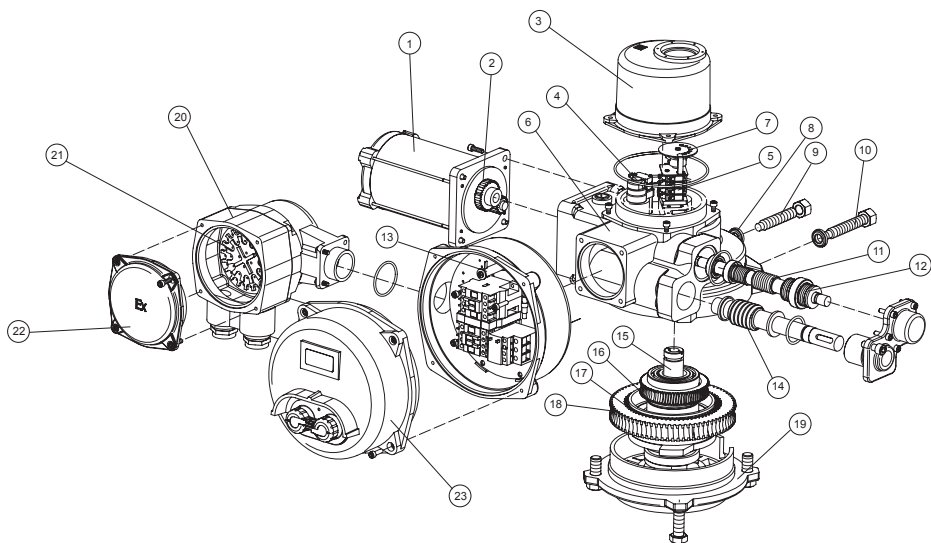
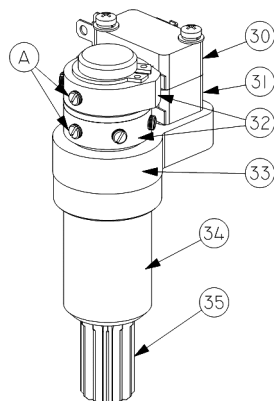
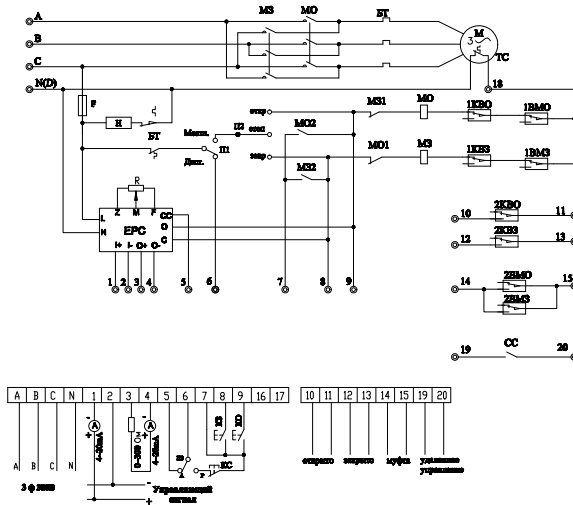

Рис.1 Электропривод ГЗ-ОФВ КСК
Рис.3 Двухсторонняя муфта ограничения крутящего момента
Рис.4 Принципиальная электрическая схема подключения электропривода ГЗ-ОФВ КСК
Электропривод состоит из следующих узлов и деталей (рис. 1): электродвигателя (1), взрывозащищенной клеммной коробки (20-22), силового редуктора, в состав которого входит: червячный редуктор (11,16), червячный редуктор маховика ручного дублера (14, 18) и автоматическая муфта сцепления с планетарной передачей (17), двухсторонней муфты ограничения крутящего момента (моментной муфты) (4), ограничителя хода выходного вала (5), индикатора положения затвора арматуры (7), выходного вала (15), механических упоров открытия и закрытия (9, 10) и корпусных деталей.
При достижении предварительно установленной величины крутящего момента в положении ЗАКРЫТО или ОТКРЫТО, либо в случае аварийного заклинивания штока затвора арматуры в промежуточном положении, выходной вал (15) (рис.1) с червячным колесом (16) останавливается, а червячный вал (11), ввинчиваясь в венец червячного колеса (16), вследствие продолжающегося вращения ротора электродвигателя, начинает перемещаться в осевом направлении, сжимая тарельчатые пружины (12). Величина сжатия тарельчатых пружин определена настроенным крутящим моментом моментной муфты. Поступательное движение червячного вала (11) приводит к вращению вала моментной муфты (34) (рис.3). Кулачки (32), расположенные на валу моментной муфты, нажимают кнопки муфтовых микровыключателей (30, 31), размыкая цепь управления питанием электродвигателя электропривода.
Механические упоры (9,10) (рис. 1) применяются для первоначальной настройки конечных положений затвора арматуры ОТКРЫТО и ЗАКРЫТО при ручном управлении. Они также являются аварийной защитой, в случае отказа конечных и муфтовых микровыключателей, электродвигатель отключится блоком тепловой защиты БТ (рис. 4).
### 3. ЭЛЕКТРИЧЕСКАЯ СХЕМА УПРАВЛЕНИЯ (рис.4)
Для управления электроприводом ГЗ-ОФВ КСК применяется электрическая схема, приведенная на рис.4. При достижении затвором арматуры конечных положений ОТКРЫТО или ЗАКРЫТО, срабатывают концевые микровыключатели 1КВО или 1КВЗ, отключая питание электродвигателя. При превышении установленного крутящего момента при открытии или закрытии затвора арматуры, срабатывают муфтовые микровыключатели 1ВМО и 1ВМЗ, отключая питание электродвигателя. Муфтовые микровыключатели 1ВМО и 1ВМЗ после срабатывания возвращаются в первоначальное положение при вращении вала в обратную сторону.